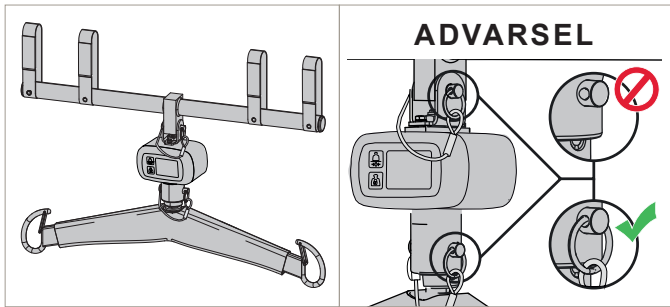

Fig. 1
- 1) Installer hengevekten på adapteren med låsepinnen og splittringen. (se Fig. 1)